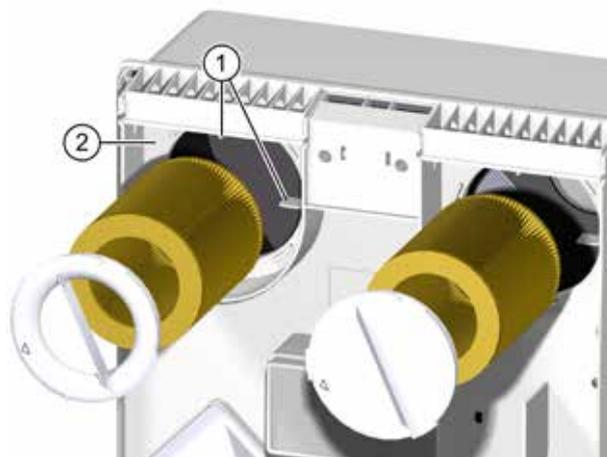

Fig. 15: Inserimento del filtro
- ▶ Accertarsi che il filtro scorra nei quattro supporti di sostegno (pos. 1 in Fig. 15) del retro dell'apparecchio di ventilazione.
- ▶ Posizionare l'anello del filtro sul filtro dell'aria estratta. Accertarsi che l'anello del filtro sia posizionato a livello sulla piastra intermedia (pos. 2 nella Fig. 15).